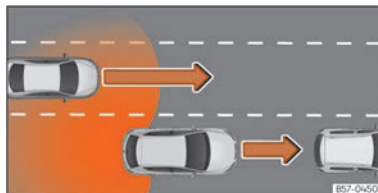

Fig. 117 Depășire cu trafic în spatele autovehiculului.
- Dacă autovehiculul este depășit de un altul »» **fig. 117**.